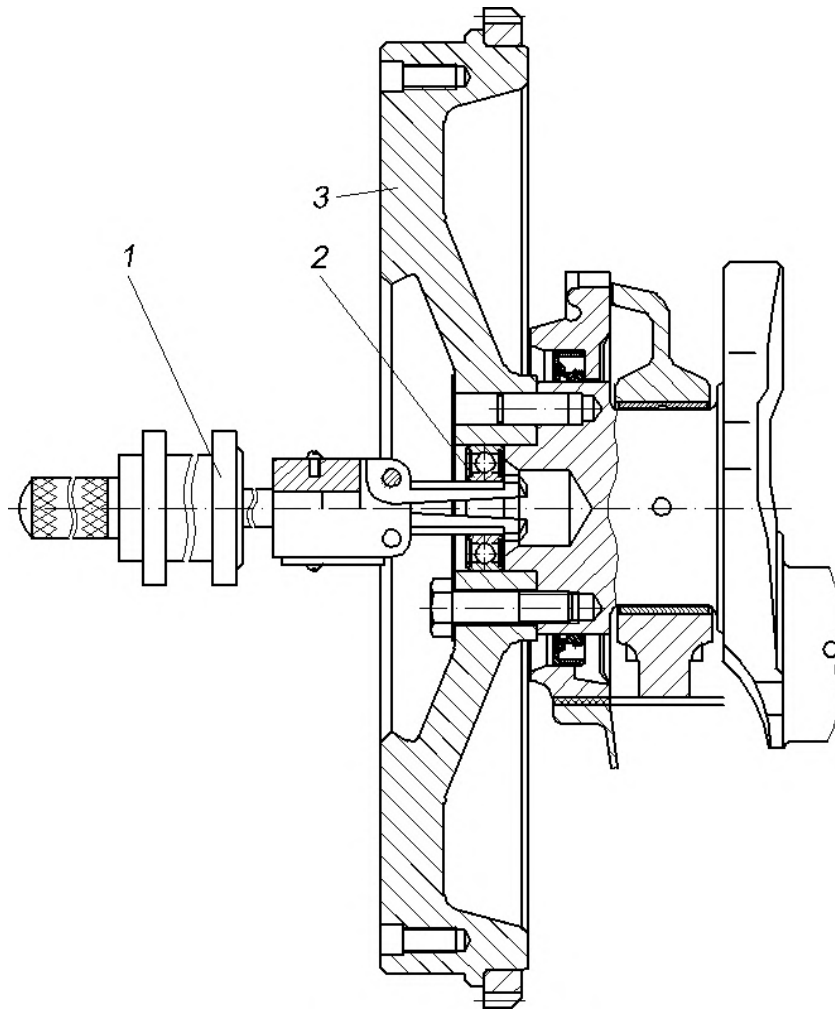

Abb. 85. Ausbau des Lagers der Getriebe-Antriebswelle:
- mit Hilfe einer Vorrichtung und eines Abziehers 1 (Abb. 85) das Lager 2 der Primärwelle des Getriebes aus dem Schwungrad 3 herausziehen;